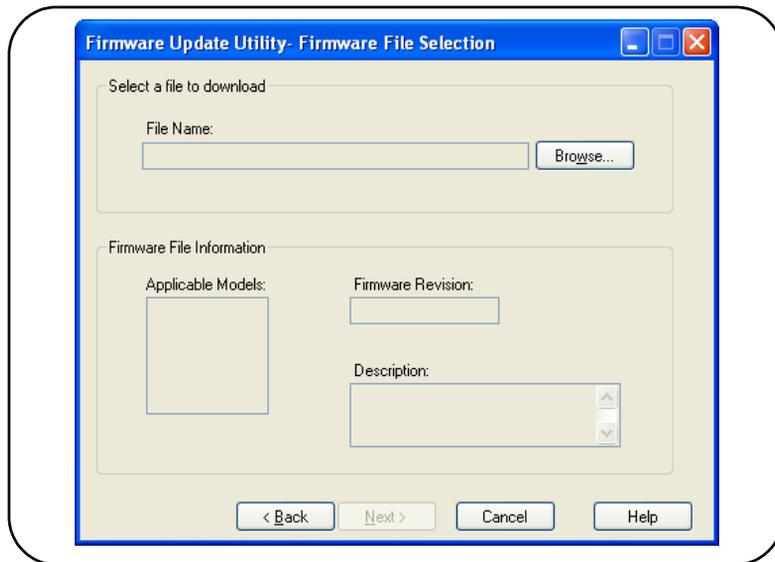

Abbildung 2-10. Auswahl des Update-Dateipfads.
2. Drücken Sie Next und geben Sie mithilfe der Schaltfläche Browse den Pfad zur Firmware-Datei an (Abbildung 2-10). Sobald Sie die Modellnummer des Geräts eingegeben haben, wird sie im Fenster 'Applicable Models' zusammen mit Version und Gerätebeschreibung angezeigt. Wählen Sie Next.